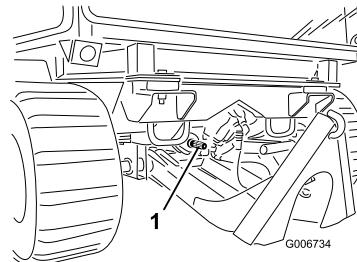

Figura 56
6. Si el accesorio es accionado por la toma de fuerza, extienda el árbol de la toma de fuerza del accesorio e introduzcalo en el árbol de la toma de fuerza de la máquina (Figura 56).